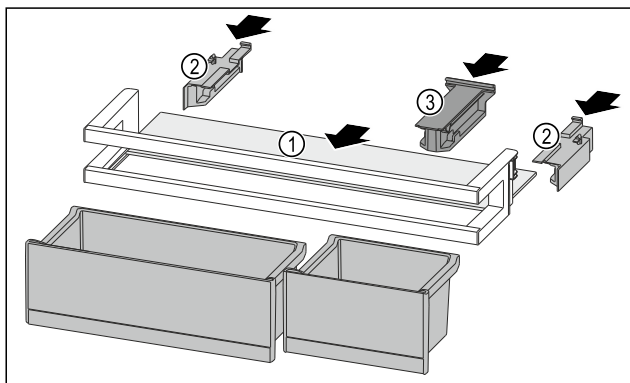

Fig. 244
- Împingeți în interior raftul Fig. 244 (1) în degajările laterale.
- Introduceți piesele laterale Fig. 244 (2).
- Introduceți piesa de susținere Fig. 244 (3).